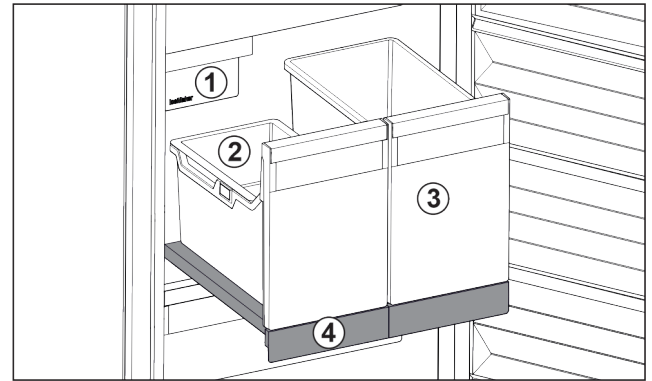

Fig. 24 Auszugsbord mit IceTower
Auf dem Auszugsbord sind zwei hohe Behälter (IceTower). Im Behälter Fig. 24 (2) werden Eiswürfel aus dem IceMaker gesammelt und gelagert. Behälter Fig. 24 (3) eignet sich für die Lagerung von hohen Lebensmitteln wie Pizzen oder alkoholischen Getränken.